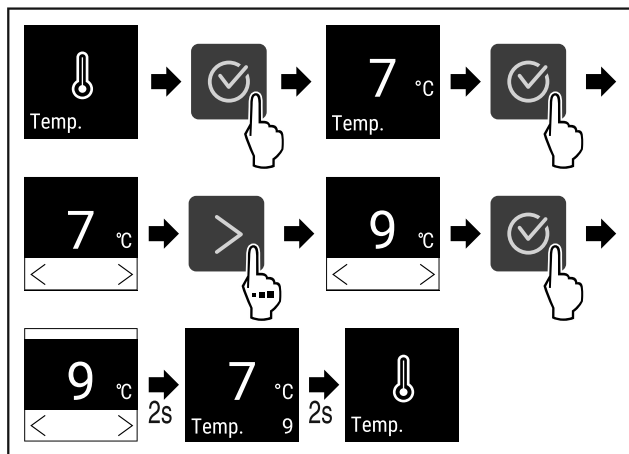

Fig. 66 Variazione di temperatura da 7°C a 9°C
- ▶ Eseguire i passi (vedere Fig. 66) .